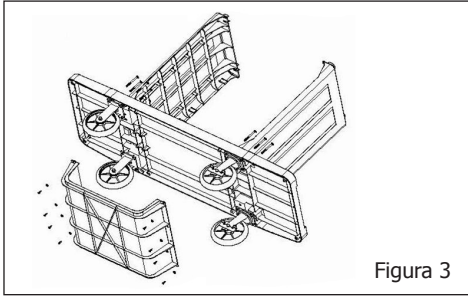

Figura 3
- Aparafuse o tabuleiro inferior na tábua inferior com as peças E e L. (Figura 3).